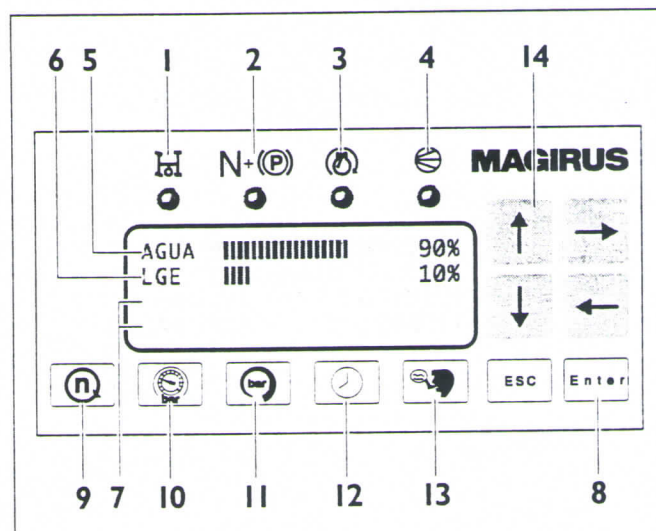

Fig. 85/1 Unidade de comando MAGIRUS
- Confirme todos os avisos de falhas na unidade de comando MAGIRUS por meio da tecla *ENTER* (Fig. 85/1, Pos. 8).
A unidade de comando MAGIRUS (Fig. 85/3) serve para monitorar as condições operacionais e para chamar os avisos de falhas no caso de falhas operacionais. Na chapa frontal da unidade estão montados os seguintes elementos de comando: